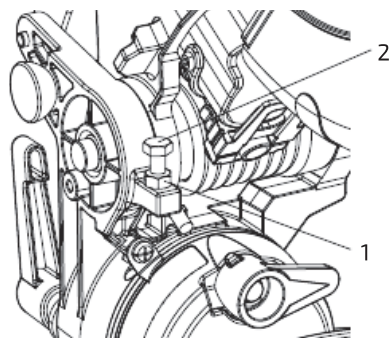

Рис. 17
2. Ослабить стопорную гайку (1), используя гаечный ключ на 10 мм (рис. 17).
3. Регулировочный болт (2) ослабить (против часовой стрелки), чтобы уменьшить глубину пропила, или затянуть (по часовой стрелке), чтобы увеличить глубину пропила.
5. Повторять приведенные шаги до достижения правильной регулировки и затянуть контргайку (1), чтобы зафиксировать регулировочный болт в правильном положении.